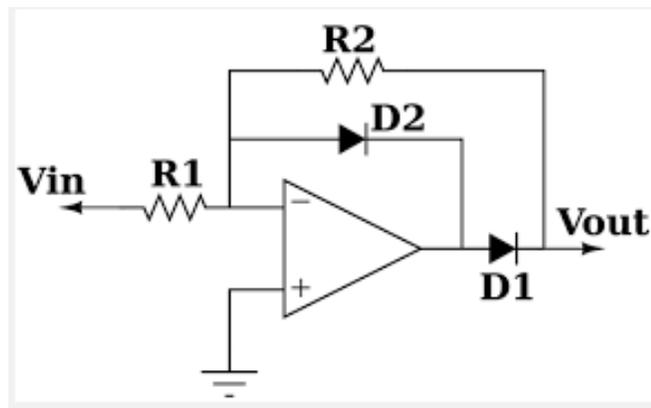

Figura 3. Rectificador de media onda de precisión
10.- En el circuito de la Figura 3, el rectificador de media onda de precisión con realimentación, explique brevemente cómo funciona este circuito y cuál es su objetivo fundamental. Haga un esquema de la forma de onda de voltaje que espera observar en la resistencia de carga, indicando los tiempos de interés.
11.- Utilizando los valores indicados por su profesor, realice la simulación del circuito de la Figura 3 a fin de observar los voltajes de entrada y salida de dicho circuito para señales con amplitudes en el orden de las decenas y centenas de milivoltios y en el unidades de voltios.
12.- Monte el circuito de la Figura 3 alimentado con el generador de funciones y monte también en el protoboard un rectificador de media onda con una resistencia de carga igual a la conectada al superdiodo. Aplique la misma señal del generador de funciones a ambos circuitos. Observe en la pantalla del osciloscopio en primer lugar el voltaje de entrada y el voltaje de salida en ambos circuitos, registre las formas de onda observadas y anote sus comentarios.